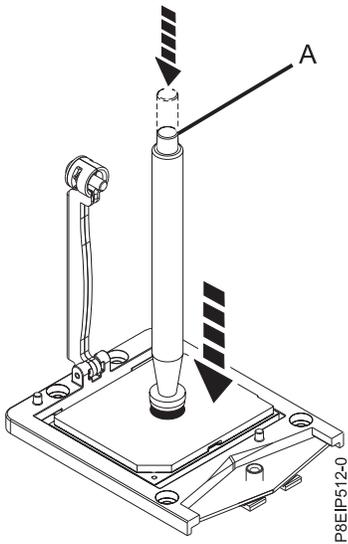

Abbildung 66. Vakuumstift am Systemprozessormodul befestigen
- Senken Sie den Vakuumstift auf das Systemprozessormodul ab. Drücken Sie das obere Ende des Stiftes ganz herunter (**A**) und halten Sie den Stift im Zentrum des Prozessormoduls (siehe Abb. 66 auf Seite 62). Lassen Sie das obere Ende des Stiftes los, um den Stift am Prozessormodul zu befestigen.